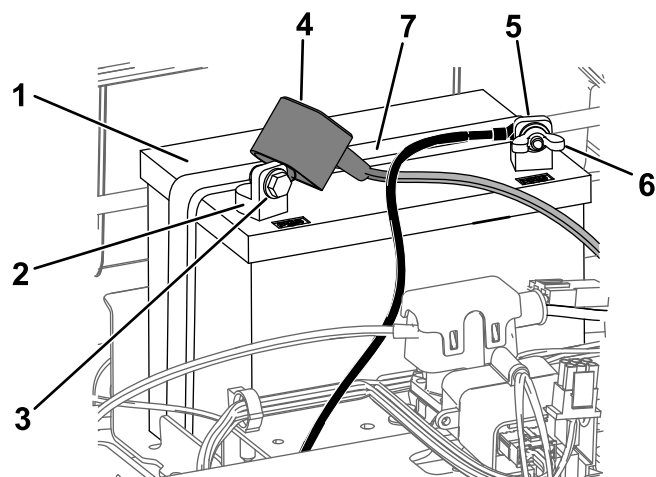

Figura 48
4. Desconecte el cable negativo de tierra (negro) del borne de la batería (Figura 48).
6. Desconecte el cable positivo (rojo) del borne de la batería (Figura 48).
7. Retire la correa de sujeción de la batería (Figura 48) y levante la batería para retirarla de su bandeja.
1. Coloque la batería en la bandeja (Figura 48).
5. Fije la batería con la correa de sujeción (Figura 48).